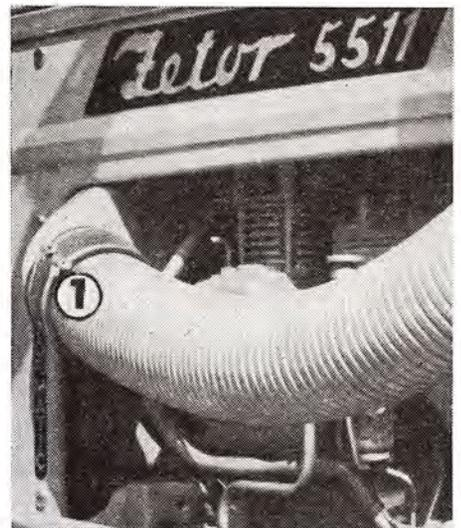

Abb. 93
1. Die Schellen der Gummimuffen (Abb. 93) sind zu lösen und die Gummimuffe ist abzunehmen.
3. Der Schlauchhalter (Abb. 93) ist von der linken Seitenwand abzuschrauben.